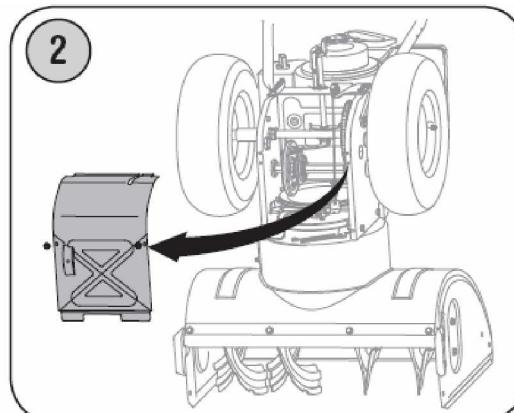

Рис. 23.
1. На наклоненном вперед снегоуборке (убедитесь, что весь бензин слит из топливного бака или установлена пластиковая заглушка под крышку топливного бака), снимите кожух сцепления, расположенный под снегоуборщиком, открутив самонарезающие винты. См. Рис. 23.